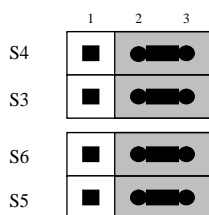

Рисунок 5.5
- **S1** – Данной перемычкой выбирают режим аппаратного контроля обрыва сигналов энкодера, см. рисунок 5.5.